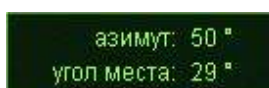

Рисунок 34 – Справочное окно углового положения ЦН
5.3.3 При выборе пункта «Угловые положения камеры» в правой верхней части навигационного окна открывается справочное окно (Рисунок 34), содержащее информацию: